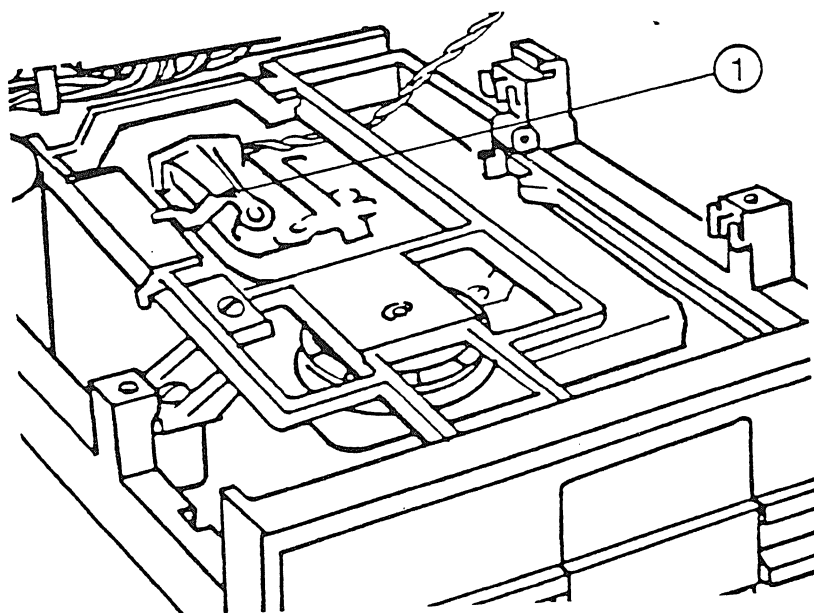

FIGURE 9
Le bouton presseur de tête est un petit tampon rond de feutre blanc monté dans le bras presseur de tête (figure 9, No.1), qui pousse la surface de la disquette contre la tête lecture/écriture. Le bouton doit se trouver juste au-dessus du centre de la tête lecture/écriture avec sa surface parallèle à la surface de la tête.
1. Soulever le bras presseur de tête (figure 9, No.1), serrer la partie supérieure du bouton presseur avec de petites pinces et laisser retomber le bouton.